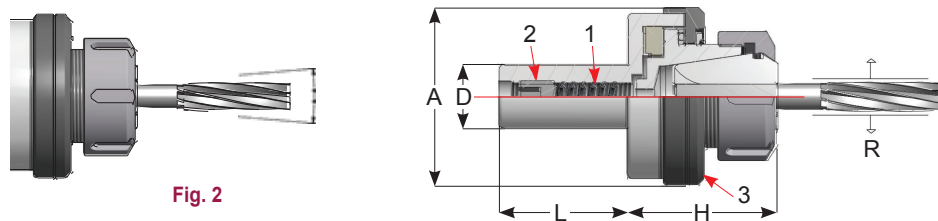

Fig. 2
- Allentando di 0,1/0,2mm la ghiera 3 si permette all'alesatore di avere un movimento pendolare. (Fig 2)
- Unscrewing nut 3 for 0,1/0,2mm, the reamer has a pendulum float. (Fig 2)